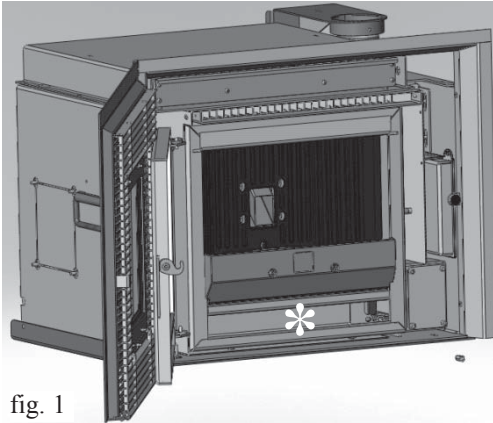

fig. 1
- Nettoyer le foyer et le logement sous le foyer (✱ (fig. 1)).